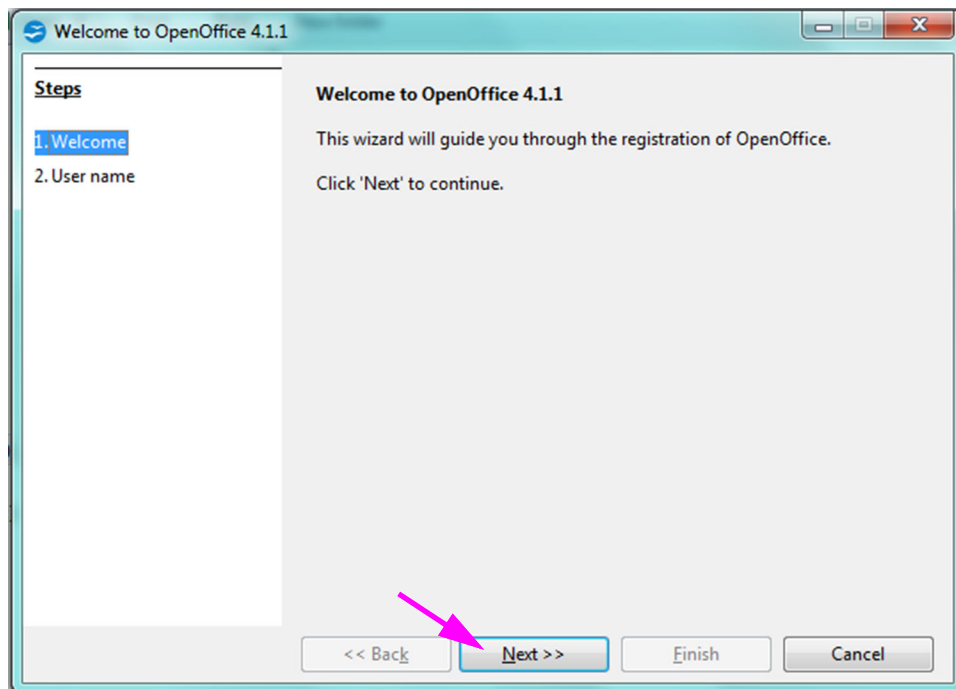

Figura D-2. Ecrã de registo do AOO
2. No arranque inicial do AOO, será visualizado um ecrã de registo. Consulte a figura D-2.